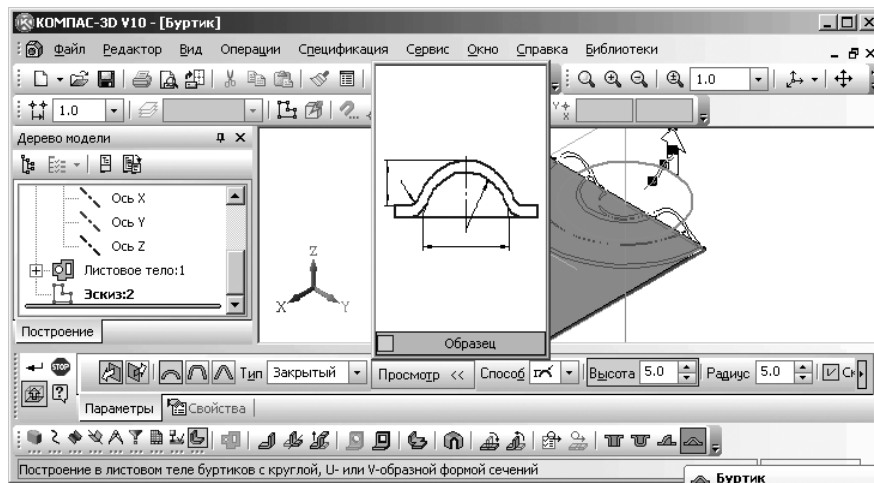

Рис. 7.92. Фантом буртика и Панель свойств: Буртик
- щелкните на **Компактной панели** по кнопке – **Буртик**. Появится **Панель свойств: Буртик** и фантом буртика (рис. 7.92).